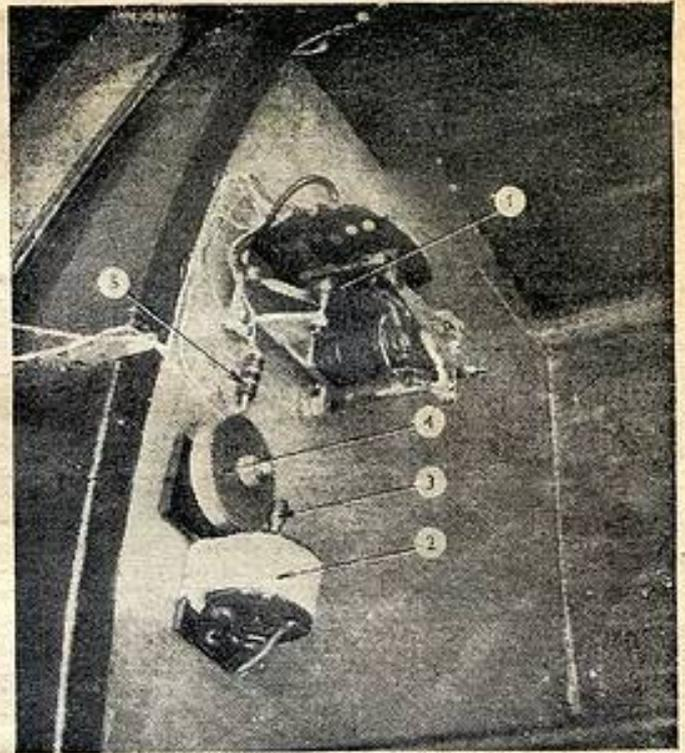

Fig. 9. — Dispositif de commandes auxiliaires.
Le système de commandes auxiliaires est illustré par la figure 9. Ces commandes auxiliaires comprennent :
(Ce sélecteur est indiqué en (1) sur la figure 9).
3) Un pavois ou des drapeaux entre le mât jusqu'à la poupe. Un servo-moteur (2) entraînant, par l'intermédiaire d'une vi. sans fin (3), un tambour d'enroulement (4). Un petit embrayage à friction sert à limiter la tension maximum du câble supportant les drapeaux. Le pavois est enfermé dans une petite écuelle se trouvant à la poupe du bateau. La résistance (5) aperçue sur la figure 9 est destinée à limiter le courant dans les diverses lampes qui fonctionnent sous 3 et 4,5 volts avec une alimentation de 6 volts.